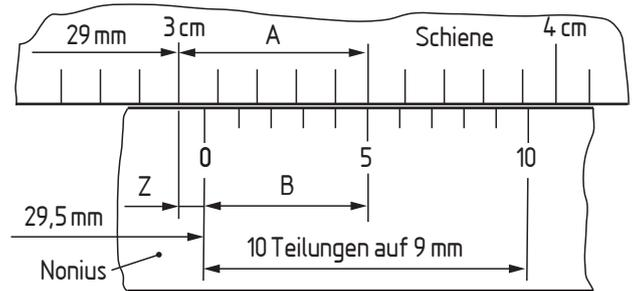

Abb. 2: Ablesen mit Nonius
Messen mit dem Nonius (Abb. 2)
- Bei Abb. 2 ist die Einstellung im Maßstab 5 : 1 vergrößert.
- In Abb. 2 liegen die Skalenlinien von Nonius und Schiene beim 5. Teilstrich in einer Linie. Damit ist der Wert Z bestimmbar. Z zeigt, um wie viel das Prüfstück größer ist als 29 mm.
Aufgabe 2: Teile sowie die Prüfstücke in Abb. 1 und Abb. 2 farbig anlegen